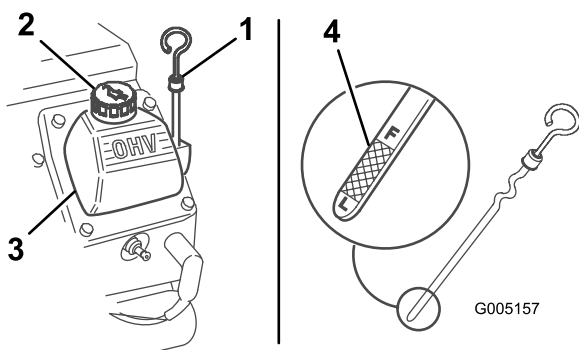

Figure 9
6. Ressortez la jauge et examinez son extrémité. Le niveau d'huile doit atteindre le haut de la plage supérieure (Figure 9).